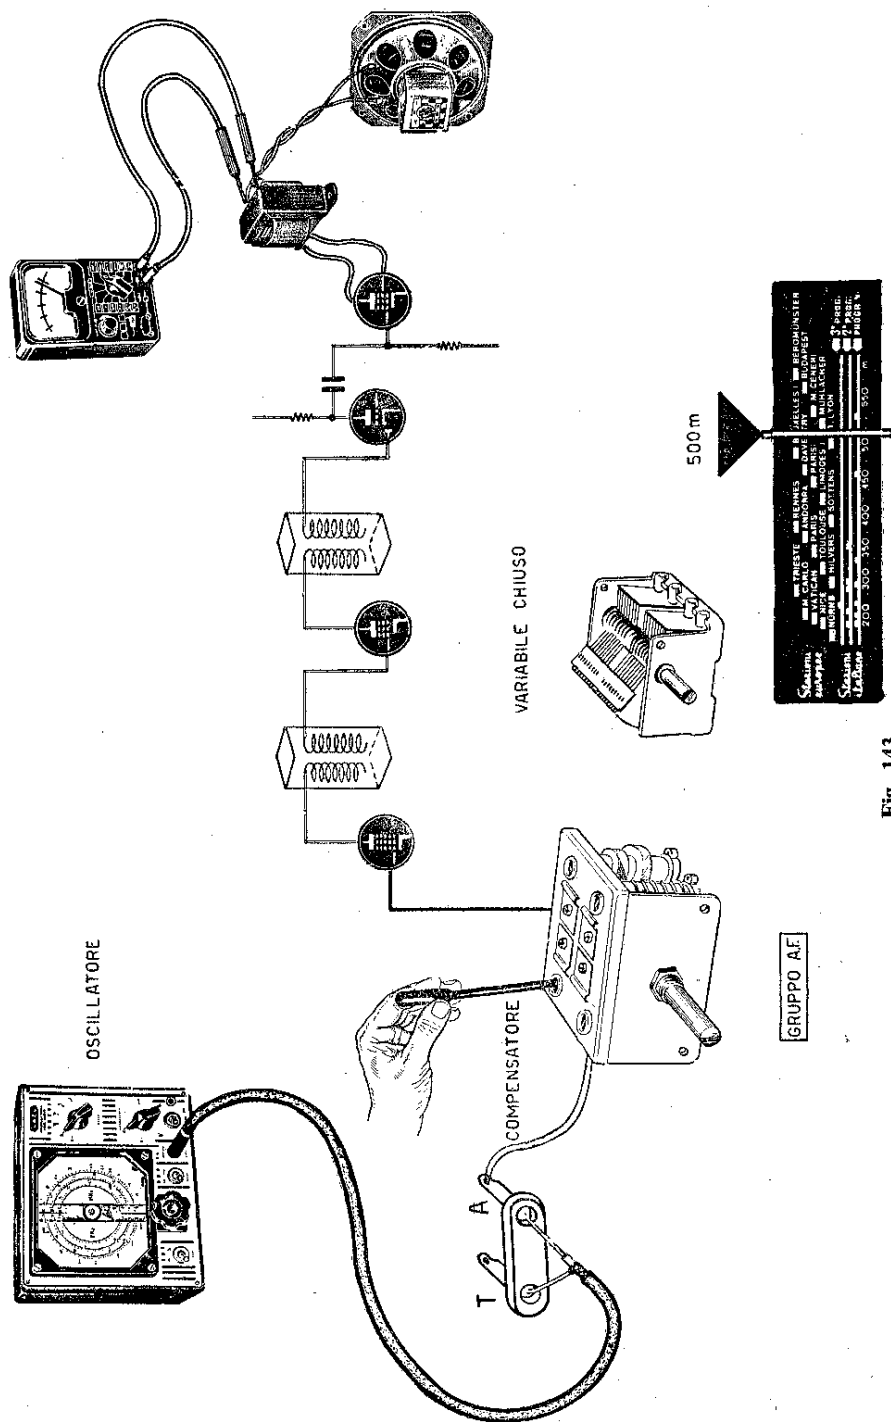

Fig. 143
1) Si commuta il ricevitore sulle *onde medie*; si sintonizza una emittente verso un estremo della scala parlante (500 metri) e si ruotano di appena $\frac{1}{4}$ di giro tutti i nuclei esistenti. Quando si incontrerà quello giusto noteremo come la emittente sparisca e come per sintonizzarla nuovamente necessiti spostare la lancetta della scala parlante, cioè regolare la sintonia (fig. 143).